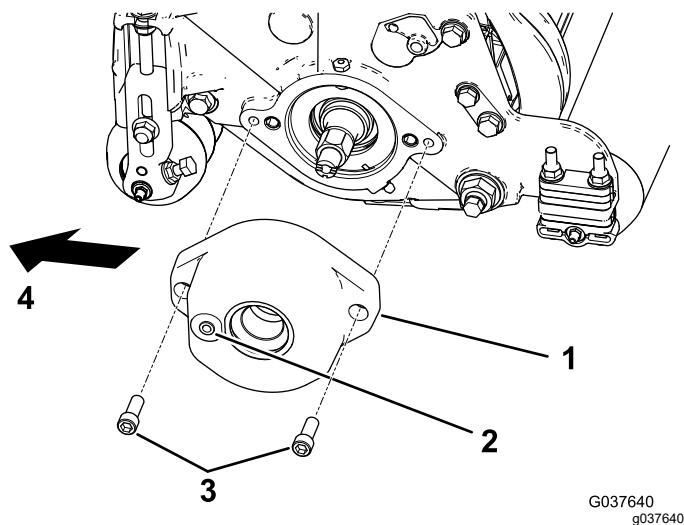

Figura 4
2. **Solo per il Kit modello 133-0158 per macchine Reelmaster 5010 con apparati di taglio da 17,8 cm:** montate l'alloggiamento della spazzola per rullo sull'alloggiamento del cuscinetto del cilindro con 2 bulloni a esagono incassato ($\frac{3}{8}$ " x 1"); fate riferimento a Figura 4.